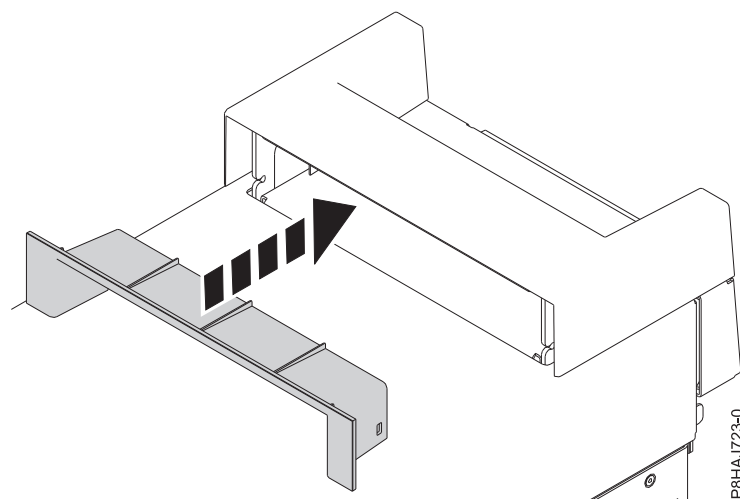

Figura 107. Inserció de la peça de la tapa de nansa en un sistema autònom 8286-41A
2. Inseriu la peça de la tapa de nansa empenyent-la amb força a la tapa de nansa, tal com es mostra a la Figura 107.